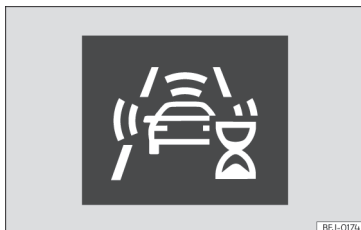

Fig. 122 En la pantalla del cuadro de instrumentos: indicación de autocalibración inicial del sistema.
- Durante los primeros instantes de conducción tras conectar el encendido, a causa de la autocalibración inicial del sistema. Durante ese periodo se muestra un icono de estado »» fig. 122.